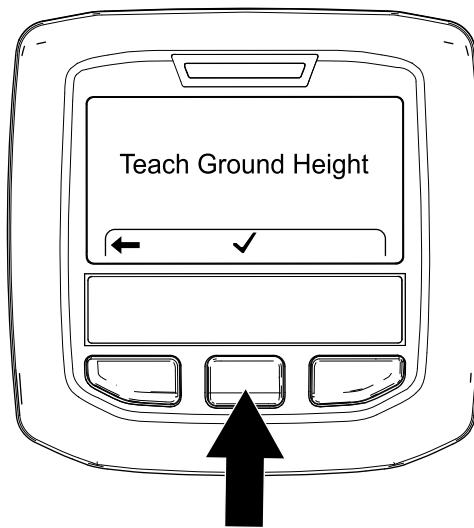

Рисунок 66
4. На экране Teach Ground Height (Калибровка высоты от земли) (Рисунок 66) нажмите среднюю кнопку инфо-центра.